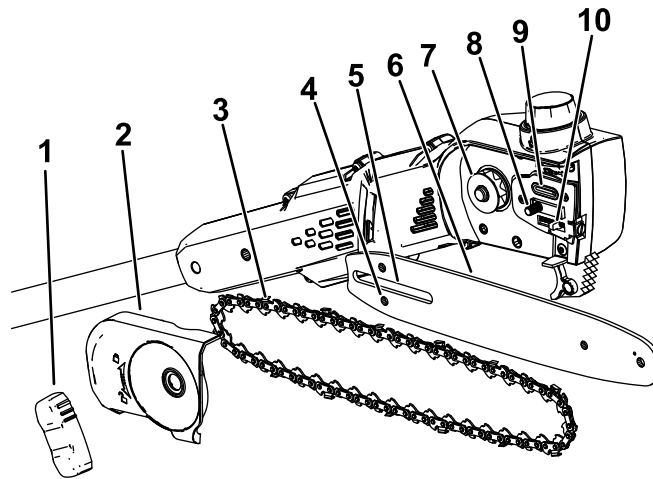

Figure 3
2. Pour retirer le couvercle latéral, tournez le bouton du couvercle du guide-chaîne dans le sens antihoraire jusqu'à ce qu'il soit possible de retirer le bouton, puis retirez le couvercle latéral (Figure 3).
5. Placez la boucle ouverte de la chaîne (le côté qui n'est pas sur le guide) autour du pignon d'entraînement de l'élagueuse (Figure 3).
Important: Vérifiez que le goujon de réglage de la chaîne est bien inséré dans la fente correspondante sur le guide-chaîne (Figure 3).